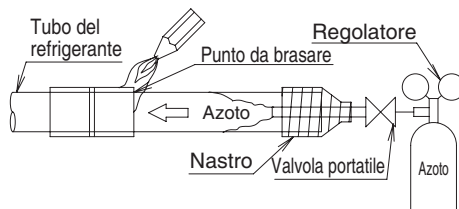

Figura 10
- Assicurarsi di eseguire una carica di azoto o una soffiatura con azoto, in occasione della brasatura. **(Vedi figura 10)**